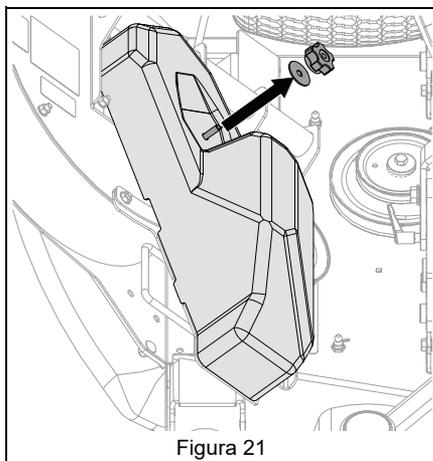

Figura 21
1. Quite la tuerca de sujeción y la arandela de la tapa del soplador. Quite la tapa y conserve todas las piezas para más tarde. Consulte Figura 21.